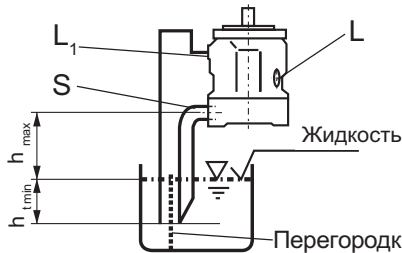

Рис. 2
b) Если минимальный уровень масла ниже фланца насоса: к отверстиям "L₁" и "S" 2 подключить трубы по рис. 2. По условиям п. 1.2.1 запереть "L".
Перед размещением корпус насоса необходимо заполнить в горизонтальном положении. Схема установки-рис.2